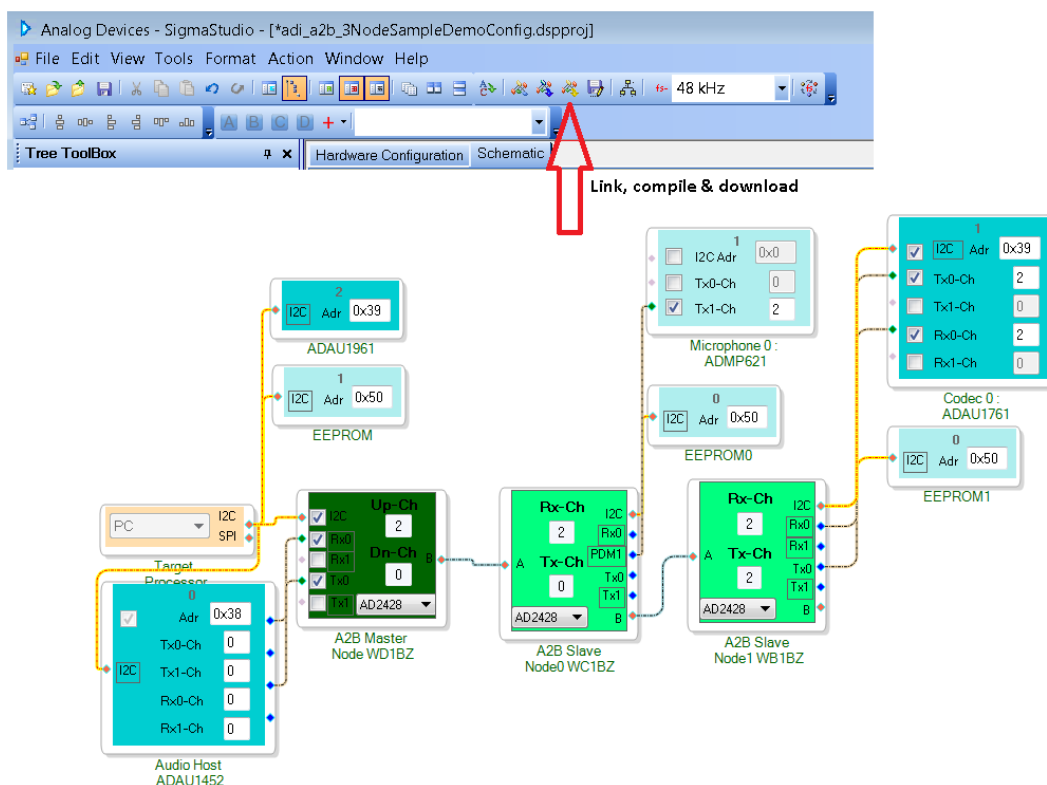

図 2. adi\_a2b\_3NodeSampleDemoConfig.dspproj A2B® サンプル・プロジェクトのソフトウェア概略図
3. adi\_a2b\_3NodeSampleDemo.dspproj サンプル・プロジェクトを開きます。このファイルが置かれているのは (デフォルトの) C:\Analog Devices\ADI\_A2B\_Software-Rel19.3.0\Schematics\BF\A2BSchematics ディレクトリです。図 2 に示すように、*Link-Compile-Download* アイコンをクリックします。